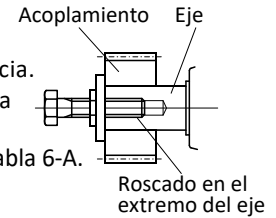

Fig. 6-1
- Se recomienda para el montaje el ajuste por contracción, o el roscado en el extremo del eje (Fig. 6-1).